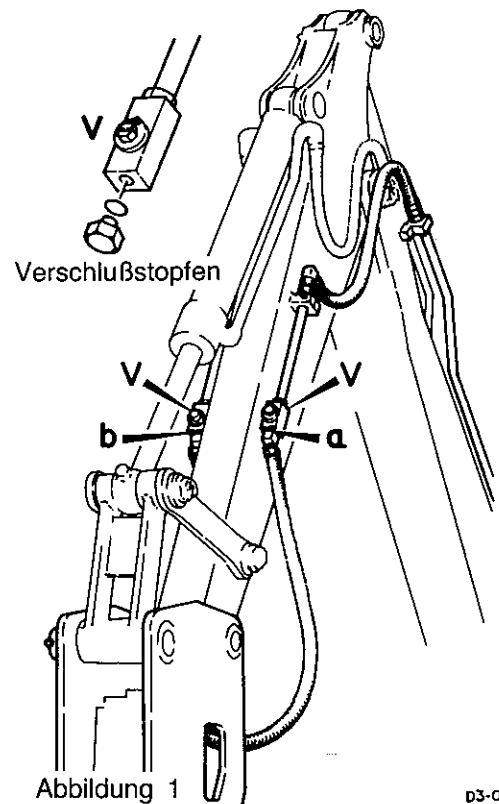

Abbildung 1
2. Entfernen Sie die Verschlußstopfen des Zusatzauslasses "V" und schließen Sie die Schläuche der Zusatzausrüstung an den Anschlüssen "a" und "b" an. (Siehe Abbildung 1.)
3. Drehen Sie den Hahn am Anschluß "V" um 90° im Uhrzeigersinn, um den Durchlaß zu öffnen. (Siehe Abbildung 1.)
2. Entfernen Sie die Verschlußstopfen von dem Zusatzanschluß "V" und schließen Sie die Schläuche der Zusatzausrüstung, wie folgt, an (Siehe Abbildung 1):